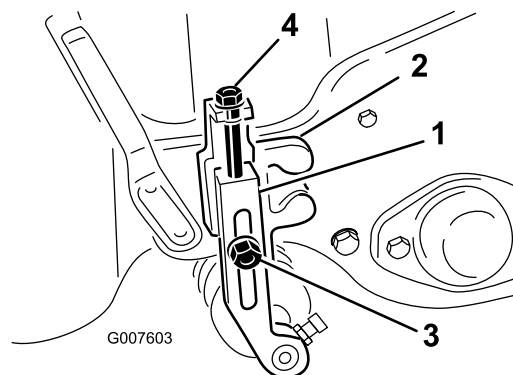

**Figura 47**
12. Testate le performance di taglio inserendo una lunga striscia di carta per le performance di taglio tra il cilindro e la controlama, perpendicolarmente alla controlama (Figura 47). Lentamente ruotate il cilindro in avanti; dovrebbe tagliare la carta.